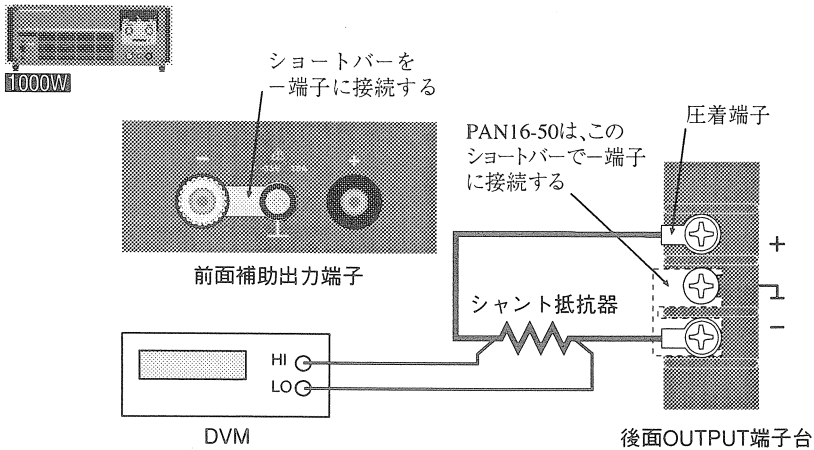

図 5-3B 電流系の校正の接続 (1000W モデル)
- ・ 1000W モデルを使用されている方は、図 5-3B を参照してください。
- ④ - (負) 端子と \perp (シャーシグラウンド) 端子をショートバーで接続します。